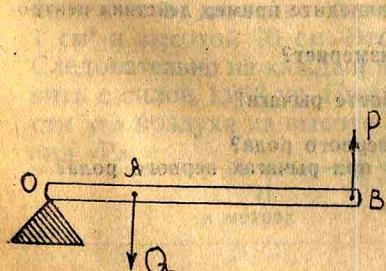

Рис. 30.
2. Рычаг второго рода — когда силы расположены по одну сторону точки опоры. Такой рычаг показан на рис. 30, где « O » —